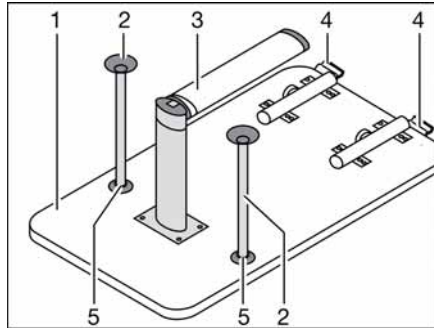

Fig. 90 Base de cama
- Levantar 45° aprox. el tablero de mesa (Fig. 90,1) por delante.
- Abatir la parte inferior de la pata de apoyo articulada (Fig. 90,3) 90°. Para ello, según el modelo, tirar la parte inferior de la pata de apoyo articulada hacia abajo o presionar el botón de desbloqueo.
- En el bloqueo (Fig. 90,4) pulsar el botón de desbloqueo.
- Según el modelo, encajar los dos pies de apoyo adicionales (Fig. 90,2) en los alojamientos (Fig. 90,5) en el lado inferior del tablero de la mesa.